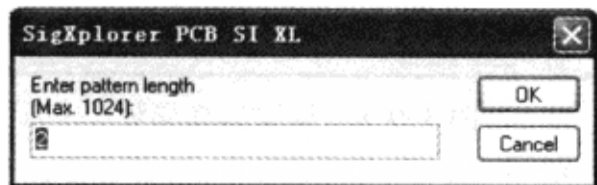

图 3-9-12 输入参数对话框
(2) 在“IO Cell (U7) Stimulus Edit”窗口的“Stimulus State”区域选中“Custom”；在“Terminal Info”区域设置“Terminal Name”为“DATA”，“Stimulus Type”为“SYNC”，“Stimulus Name”为“NONE”；在“Stimulus Editing”区域设置“Frequency”为“133MHz”，“Init”设置为“1”，“Switch”设置为“BOTH”，单击“Pattern”后面的“Random”按钮，弹出输入参数对话框，如图 3-9-12 所示。